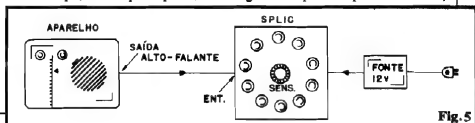

Fig. 5
- FIG. 5 - A INSTALAÇÃO BÁSICA DO SPLIC - Conforme já ficou explícito, o circuito recolhe os sinais para a excitação dos próprios terminais de alto-falante do aparelho de som ao qual for acoplado... No caso de pequenos receptores de rádio, gravadores, etc., bastará "puxar" uma ligação (via plugue apropriado) do próprio jaque de "fone" ou de "saída para alto-falante externo", levando o cabo até a Entrada de sinal do SPLIC... Para uso doméstico, uma pequena fonte capaz de fornecer 12 VCC sob um mínimo de 250mA, dará conta do "recado", tranquilamente... Se o Leitor/Hobbysta tiver construído um SPLIC duplo, com finalidade estéreo, não esquecer que a demanda de Corrente da fonte de energia dobrará, caso em que (no uso de fonte ligada à C.A.) a capacidade deverá ser de 500mA, para boa "folga"... Observem ainda, na mesma fig. 5, que lá também aproveitamos para sugerir um lay out externo bastante elegante e prático para o SPLIC,